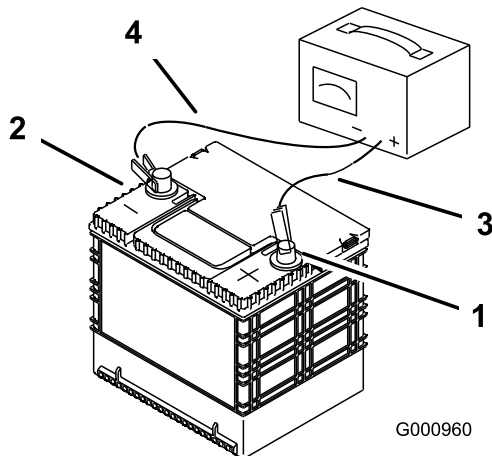

Figura 54
2. Quando a bateria estiver totalmente carregada, desligue o carregador da tomada eléctrica e em seguida desligue os cabos do carregador dos bornes da bateria (Figura 54).